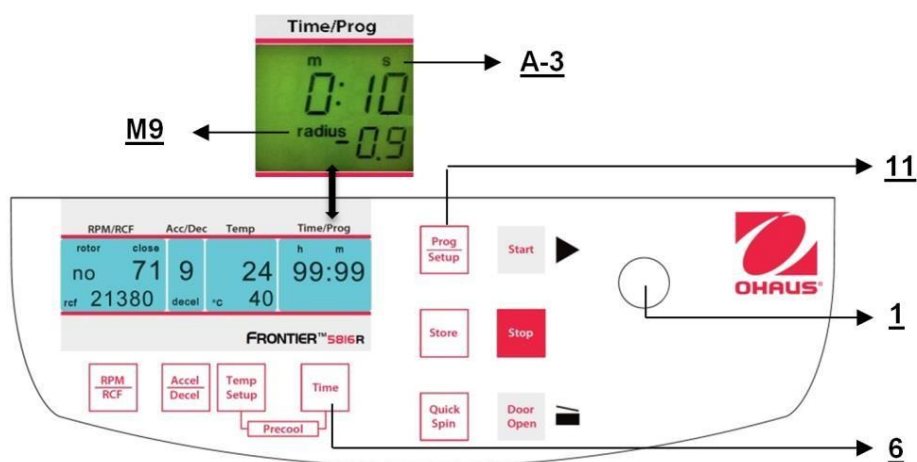
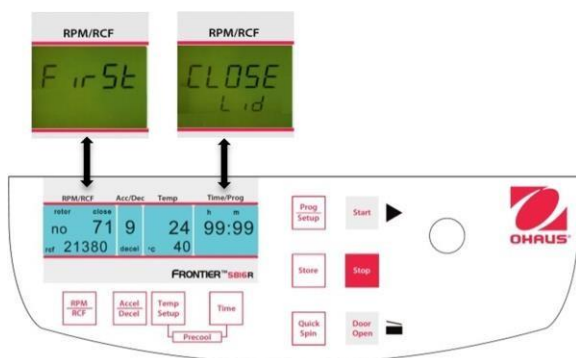

Figura 24
Figura 26
Cierre la tapa, luego presione el botón **"Time"** (6) (vea la Figura 24) y el botón **"Prog/Setup"** (11) al mismo tiempo y manténgalos presionados.
Cierre la tapa de la centrífuga. Ahora proceda como se describió anteriormente para configurar todos los parámetros de operación importantes. Si la tapa no se cierra al almacenar el programa, en la pantalla **"RPM/RCF"** (A-1) destellan las palabras **"FirSt"** y **"CLOSE Lid"** (vea la Figura 26) alternadamente. Si desea iniciar la operación sin almacenar el programa, en la pantalla **"RPM/RCF"** (A-1) destellan las palabras **"First"** y **"PrESS StoreE"** (vea la Figura 24) alternadamente.
Puede arrancar la centrifuga ya sea con el botón **"Start"** (9) (vea la Figura 26) o con el botón **"Quick Spin"** (8). Con el botón **"Start"** (9), puede iniciar operaciones almacenadas u operaciones con parámetros preseleccionados manualmente.